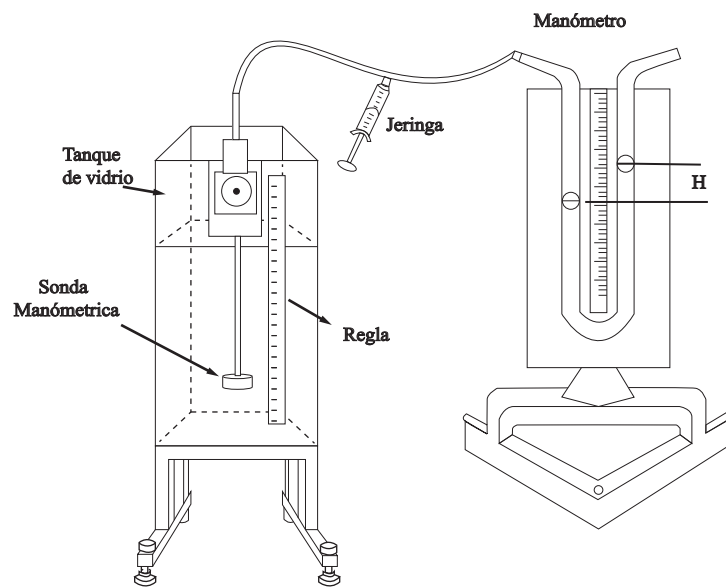

Figura 1.4: Esquema de montaje para la variación de la presión con la profundidad, procedimiento 1
En la Figura 1.4 se muestra el esquema de montaje para el procedimiento 1
8. Medir la diferencia de alturas H en el manómetro, ver Figura 1.4.